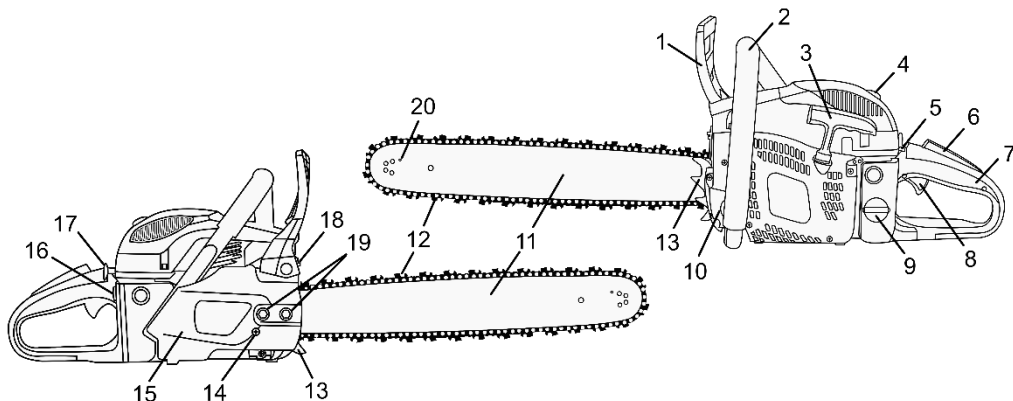
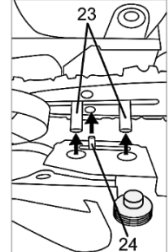

Рисунок 1
Рисунок 4
- Потягніть рукоятку гальма (1, рисунок 1) в бік передньої рукоятки (2, рисунок 1), щоб переконатися, що гальмо ланцюга вимкнуте.
- Відгвинтіть гайки (19, рисунок 1), що кріплять кришку зчеплення (15, рисунок 1), та зніміть її.
- Відрегулюйте гвинт натягу ланцюга (14, рисунок 1) на боковій частині кришки зчеплення таким чином, щоб штифт натягу ланцюга (24, рисунок 4) сумістився з відповідним отвором напрямної шини. При цьому отвори на кришці зчеплення повинні збігатися з напрямними гвинтами (23, рисунок 4).
- Вставте штифт механізму натягу ланцюга (24, рисунок 4) в спеціальний отвір на напрямній шині і одягніть кришку зчеплення. Вручну нагвинтіть гайки фіксації кришки зчеплення (19, рисунок 1).
- Обертаючи гвинт натягу ланцюга (14, рисунок 1) за годинниковою стрілкою, натягніть ланцюг до тих пір, поки він не буде щільно прилягати до нижньої сторони напрямної шини. Перевірте натяг, потягнувши ланцюг вгору.
При кожній заправці паливом обов'язково перевіряйте та доливайте оливу для змащування ланцюга. Кришка горловини масляного бака (10, рисунок 1) позначена відповідним зображенням. Рекомендовано використовувати тільки спеціальну оливу для ланцюгів. Олива для ланцюгів значно знижує тертя та нагрів ланцюга і напрямної шини, полегшує їх очищення від стружки та пилу, надійно захищає від корозії та придатна до всесезонного використання.
- Перевірте, щоб гальмо ланцюга (1, рисунок 1) правильно функціонувало (увімкнене – важіль захисного пристрою (1) переведений уперед (убік пиляльної гарнітури), вимкнено – важіль переведений назад (убік рукоятки)).
- Вимикач запалювання (5, рисунок 1) переведіть в положення «Увімкнене» («I», «ON»).
- Повністю витягніть ручку повітряної заслінки карбюратора (17, рисунок 1) (положення «СНОК» – повітряна заслінка повністю закрита).
- Декілька разів натисніть на праймер (паливний насос 16, рисунок 1), доки він частково не заповниться паливом. Праймер, заповнений паливом більше половини, свідчить, що до карбюратора надійшло паливо.
- Візьміться за передню рукоятку бензопили (2, рисунок 1) лівою рукою. Поставте бензопилу на землю, наступивши правою ногою на нижній бік задньої рукоятки (7, рисунок 1).
- Візьміть рукоятку стартера (3, рисунок 1) правою рукою і плавно потягніть шнур стартера. Зверніть увагу: не витягуйте повністю шнур стартера і не випускайте рукоятку стартера при витягнутому шнурі - це може привести до пошкодження стартера. Потягніть рукоятку стартера кілька разів, поки двигун не зробить робочий такт.